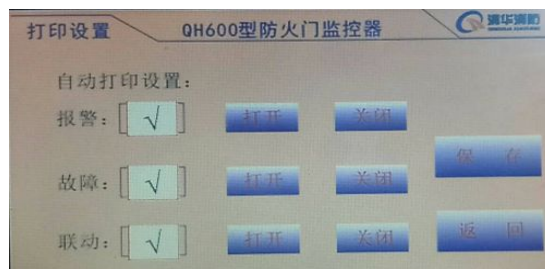

图 4.11 打印设置屏幕
4.4.8 **打印设置**：打印设置菜单，按打开或关闭移动选择；设置按保存，选择后按“#返回”；如图 4.11。